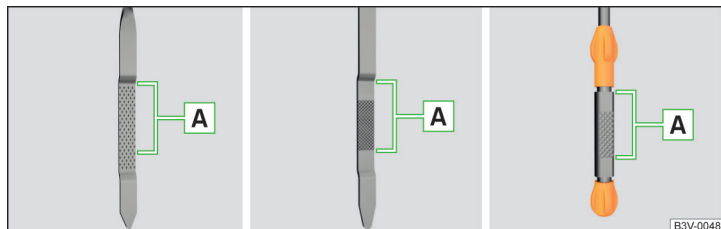

Fig. 327 Modelos de varillas del nivel de aceite
El nivel de aceite tiene que situarse en la zona **A** » fig. 327. ¡Si el nivel de aceite se encuentra por debajo de la zona **A** se debe rellenar aceite.
- El nivel de aceite no debe estar nunca fuera de la zona **A** » fig. 327 - ¡De lo contrario existe riesgo de daños del motor, así como en el sistema de gases de escape!